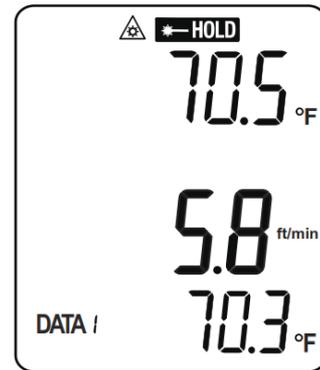

Fig.5. Écran initial après la mise sous tension
Appuyez sur le bouton ① pour allumer l'instrument. L'écran affichera d'abord l'icône de l'horloge en haut à gauche et les numéros de la première lecture défilent à rebours à partir de 15. Ces chiffres indiquent le temps de chauffe nécessaire avant utilisation de l'anémomètre. Il sera prêt à l'emploi après ce temps. Il se mettra automatiquement dans le mode de mesure "normal" (vitesse de l'air ou volume débit d'air + température) et affichera un écran similaire à Fig. 5. Par défaut, la première lecture (au milieu) indique la vitesse de l'air en temps réel en ft/min et la troisième lecture (en bas) indique la température de l'air en temps réel en degrés Fahrenheit. La deuxième lecture (en haut) utilise également °F comme unité par défaut.